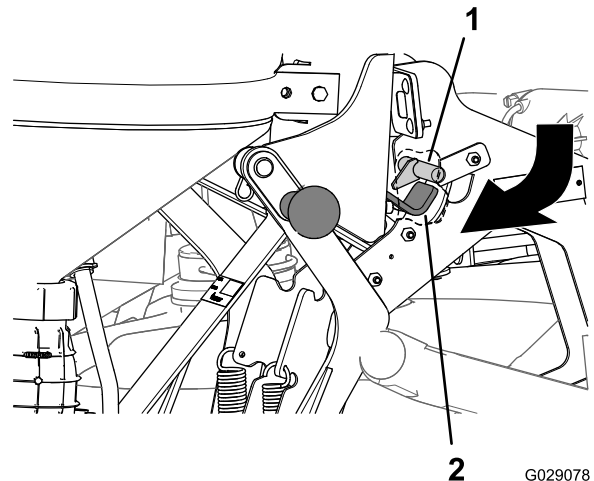

Figure 39
3. Appuyez sur les poignées situées en haut du berceau jusqu'à ce que la partie en crochet du verrou soit alignée derrière la tige de verrouillage du cadre porteur principal (Figure 39).